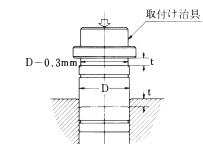

図23
- ✓リニアベアリングは一般の転がり軸受に比べ、外筒の肉厚が薄く、複雑な構造となっておりますので、ハウジングへ組込む際は、ベアリングの両端の止め輪を直接叩かないよう図23に示すような取付治具を使用して静かに圧入して下さい。